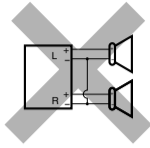
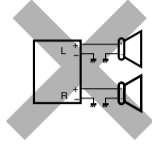

Fig. 1
Fig. 2
- If the speaker wiring in your car is as illustrated in Fig. 1 and Fig. 2 below, **DO NOT** connect the unit using that original speaker wiring. If you do, the unit will be seriously damaged. Redo the speaker wiring so that you can connect the unit to the speakers as illustrated in Fig. 3.
- Если проводка громкоговорителей в Вашем автомобиле такая, как показано на приводимых ниже Fig. 1 и Fig. 2, **НЕ** подключайте устройство с помощью первоначальной проводки громкоговорителей. Если Вы это сделаете, устройство будет серьезно повреждено. Переделайте проводку громкоговорителей так, чтобы Вы могли подключить устройство к громкоговорителям, как это показано на Fig. 3.